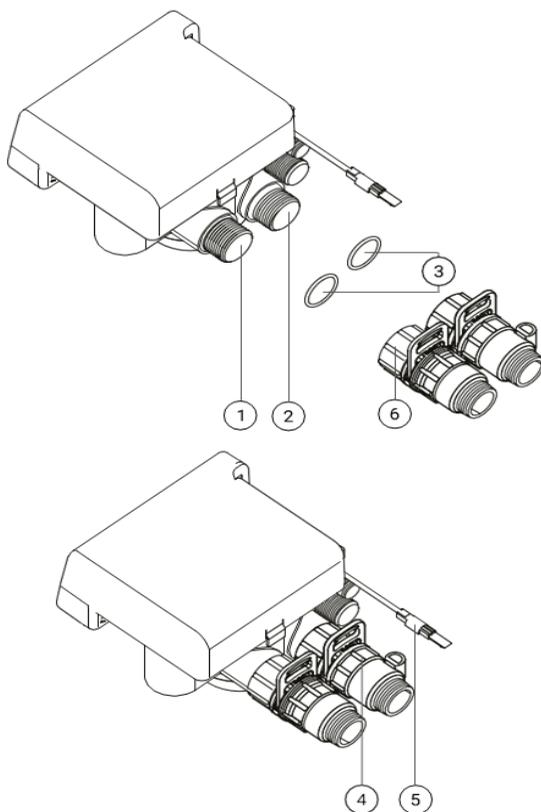

Рис. 3
- Установите уплотнительное кольцо в посадочное место IN-вход в блок управления и вкрутите в него монтажный фитинг (рис. 3).
- Установите уплотнительное кольцо в посадочное место OUT-выход из блока управления и вкрутите в него фитинг с расходомером, и подключите к нему датчик расходомера (рис. 3).